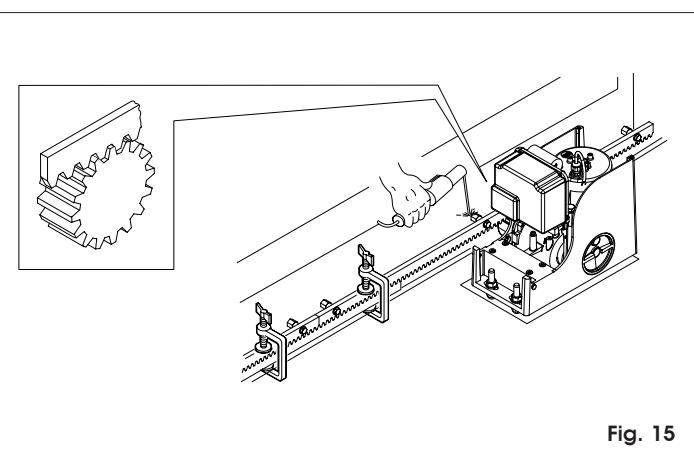

Fig. 15
- 5) Acerque otro elemento de cremallera al precedente utilizando, para sincronizar la dentadura de los dos elementos, una pieza de cremallera como se indica en la Fig.15.